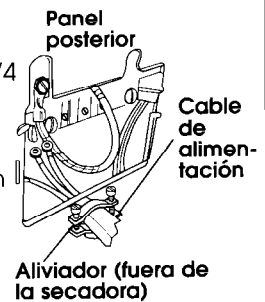

Figura 20
4. Fije el aliviador de 3/4 pulg. con aprobación U.L. (con la marca U.L.) en el orificio debajo de la abertura del bloque de terminales (consulte la figura 20).